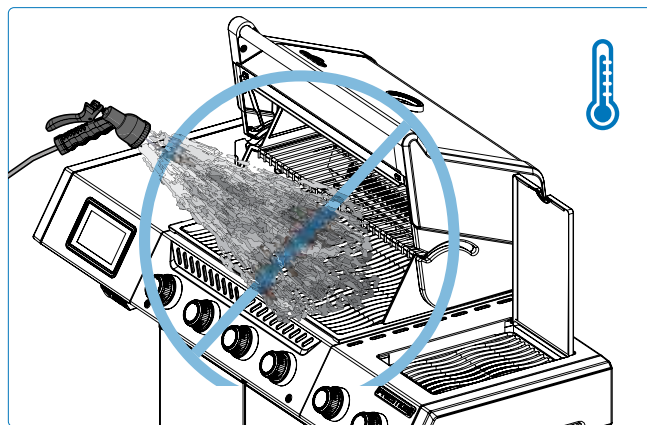

Fig. 20
- Nunca apague una llama ni controle llamaradas con agua. **(Fig. 20).**